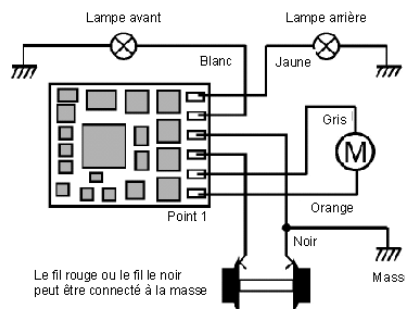

Fig 4
- Dans les locomotives, dont l'un des pôles est connecté avec le châssis, vous pouvez utiliser le schéma présenté en Fig 4. Veuillez noter que ce raccordement ne permet pas le fonctionnement des lampes en mode analogique suivant la polarité présente sur les voies. Si vous utilisez ce schéma avec des centrales dans le format Motorola et même avec le DCC, des fluctuations légères de luminosité peuvent être observées.